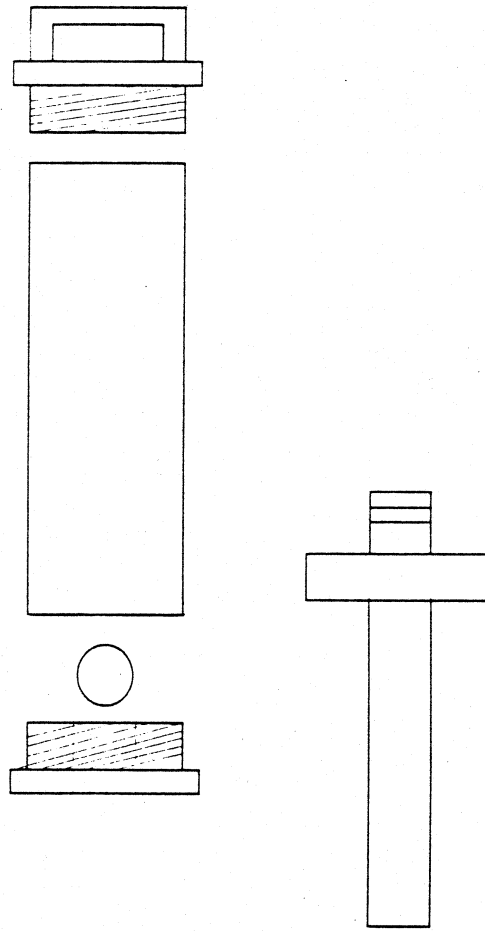

Fig. 3: De kogelklepmonsternemer
1.3 De kogelklepmonsternemer (bailer, fig. 3)